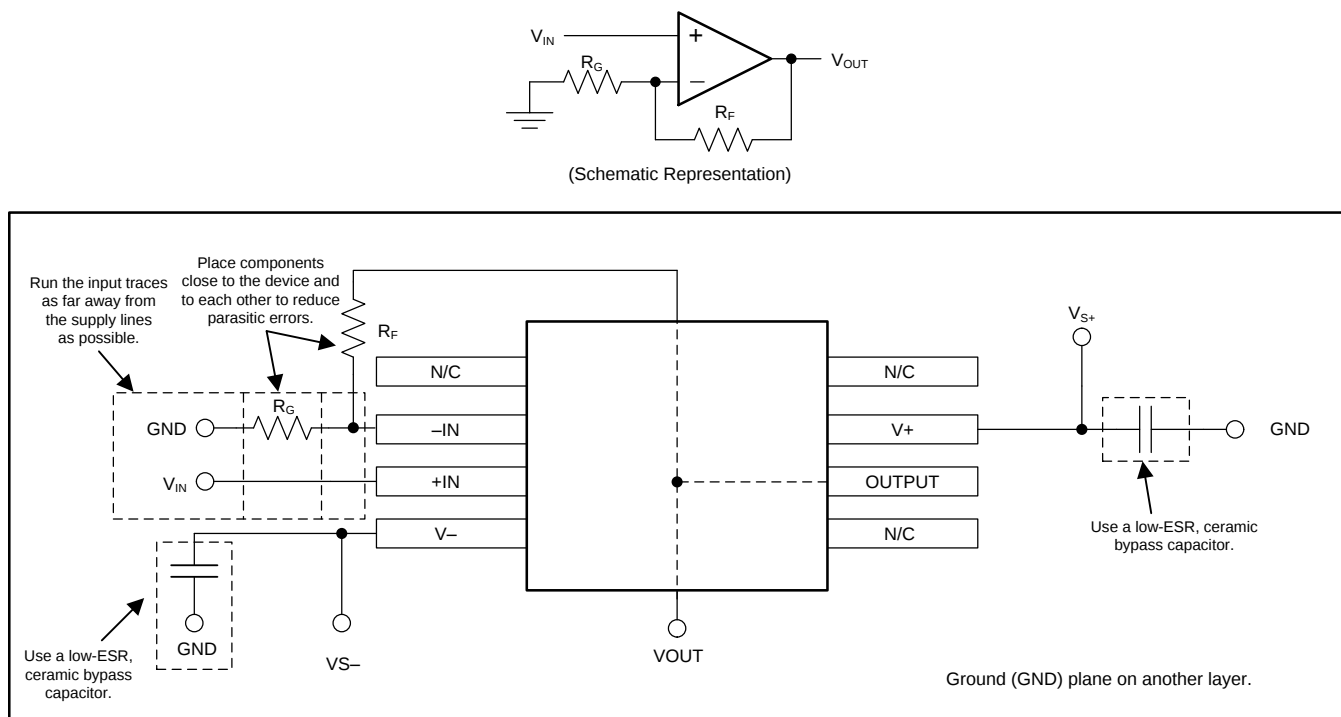

图 20. 同相配置的运算放大器电路板布局
- 外部组件的位置应尽量靠近器件。请让 R_F 和 R_G 接近反相输入，以便最大限度减小寄生电容（如 图 20 中所示）。